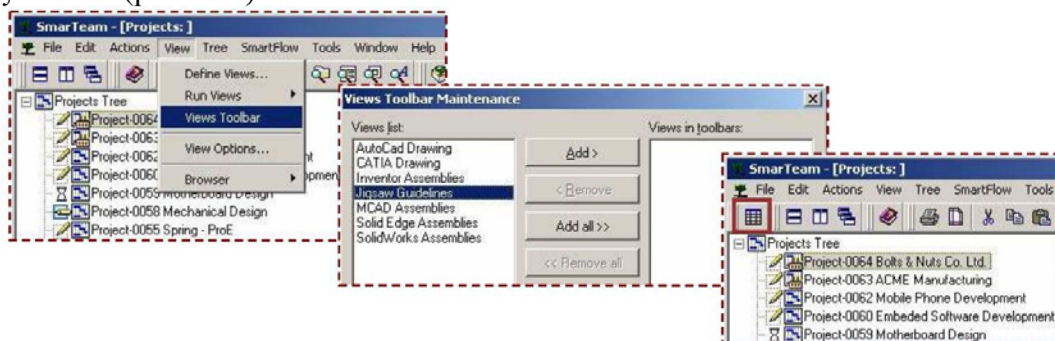

Рис.103
- Используйте команду Views Toolbar для добавления вида «Jigsaw Guidelines» на панель инструментов (рис. 103).